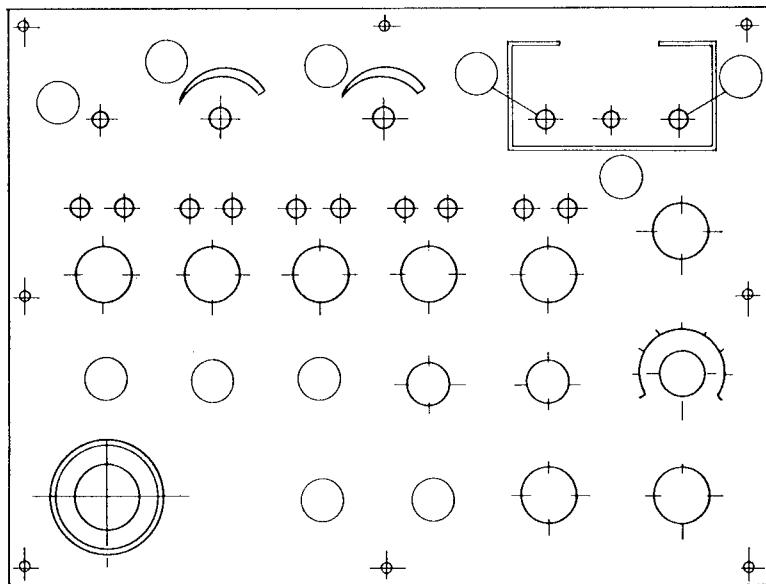

図 1-3
(3) 電気操作パネル (図 1-3)
(1) 始動前の確認
- ・図1-3 電気操作パネルを参照。
- ① 研削モード切換を〔クリープ〕にセット。
- ② テーブル速度レンジ切換を〔低速〕にセット。
- ③ サイクル切換を〔切〕にセット。
- ④ テーブルスタートスイッチで、〔左行〕または〔右行〕にセットし、テーブルをスタートさせる。
- ⑤ テーブル速度調整ボリュームで送り速度を設定する。
- ⑥ 注水および洗浄は、コックで流量を絞っておくこと。
(2) 運転の順序
- ① 手動または油圧にて、テーブルを左端または右端まで移動させる。
- ② サイクル切換を〔入〕にする。
- ③ 砥石軸起動を〔ON〕にする。
- ④ テーブルスタートスイッチをテーブルが、右端寄りのスタートの場合は〔左行〕、左端寄りのスタートの場合は〔右行〕にする。
- ① サイクル切換を〔切〕にする。
- ② テーブルスタートスイッチを〔左行〕または〔右行〕にする。